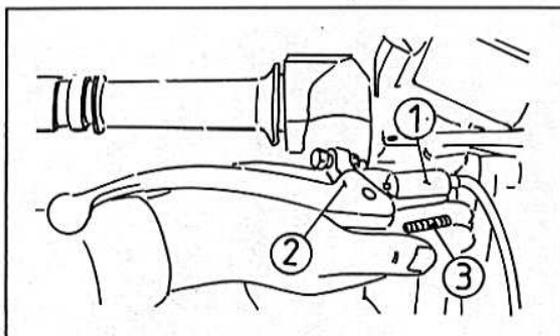

Bild 300
- Die Bremsschläuche vom Hauptbremszylinder abschrauben (Bild 300).